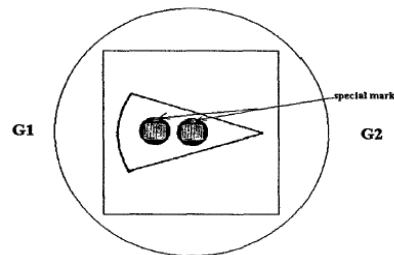

fig.2 顕微鏡下での視野指定用領域と
- 低倍率でスライドを観察する。fig.2 のような上下が反転した視野指定用領域の像が観察される。同領域の上側を示すマークは視野の上方に見える。G1 は左側に、G2 は右側になる。